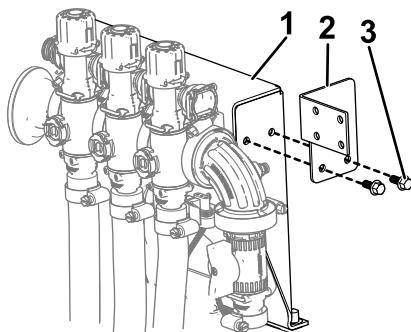

Figura 17
- Instale o suporte da montagem da válvula na estrutura de montagem da válvula utilizando os dois parafusos de cabeça flangeada (1/4 x 0,625 pol.) como se mostra na Figura 17.